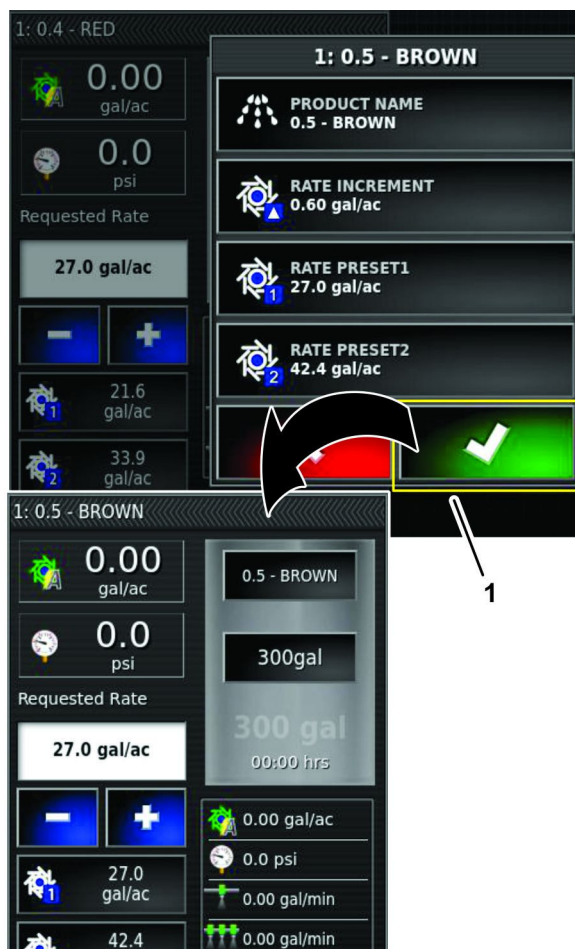

Рисунок 158
- D. В окне выбора параметров материала нажмите на значок подтверждения (Рисунок 158).